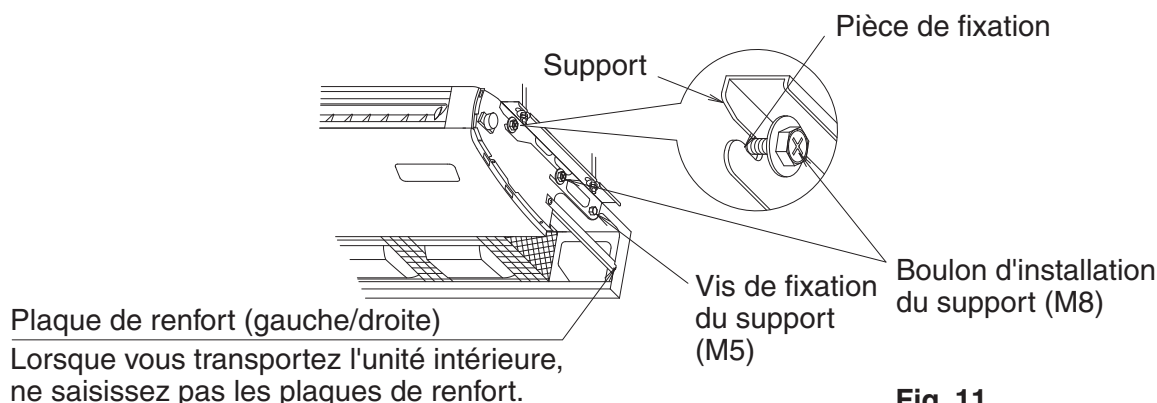

Fig. 11
- (2) Soulevez l'unité intérieure, faites-la glisser depuis l'avant et insérez le boulon (M8) d'installation du support fermement pour une suspension temporaire. **(Reportez-vous à la Fig. 11)**
- (3) Serrez les vis (M5) de fixation du support à 2 emplacements, qui ont été retirées, comme elles étaient auparavant. **(Reportez-vous à la Fig. 11).**
- (4) Serrez fermement les boulons (M8) d'installation du support à 4 emplacements. **(Reportez-vous à la Fig. 11)**